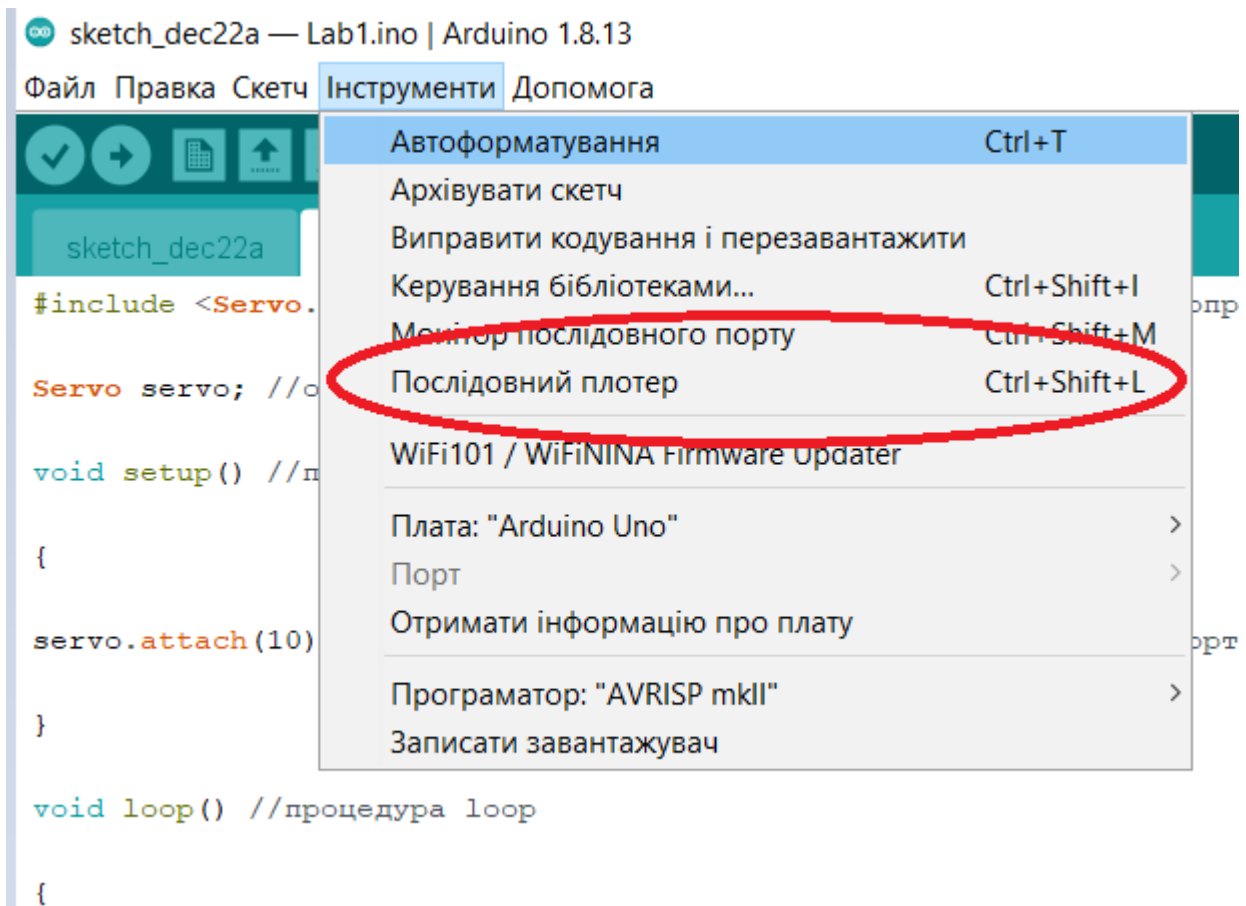

Рис.3.13 – Реєстрація вихідного сигналу в Arduino IDE за допомогою послідовного плотеру.
7. За допомогою функції реєстрації сигналу керування «Послідовний плотер» (рис.3.13) сформувати графіки сигналів керування сервоприводом.